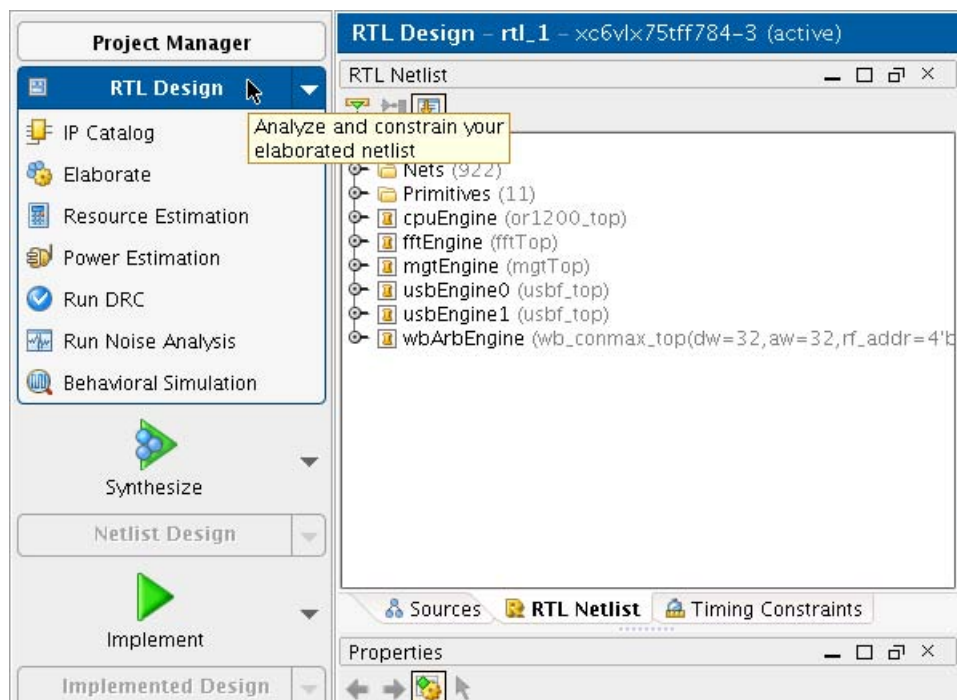

図 1-1 : [RTL Design] ビューの表示
1. [Flow] → [RTL Design] をクリックするか、PlanAhead ソフトウェアの左側にある Flow Navigator から [RTL Design] をクリックします。図 1-1 を参照してください。